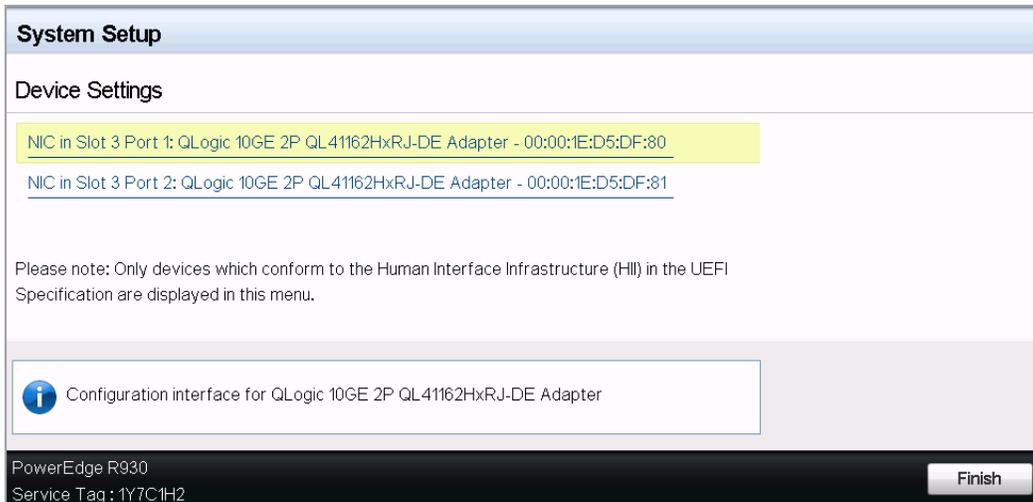

Abbildung 5-2. Systemeinrichtung: Geräteeinstellungen
3. Wählen Sie im Fenster „Device Settings“ (Geräteeinstellungen) (Abbildung 5-2) den Adapter der 41xxx-Serie-Port aus, den Sie konfigurieren möchten. Drücken Sie anschließend auf ENTER (Eingabe).